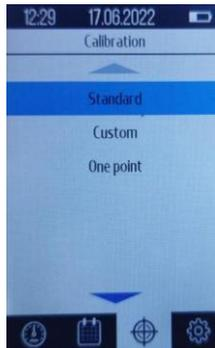

Abbildung 2.3 - Registerkarte „Calibration“
3) Calibration - Kalibrierung (Abb. 2.3)